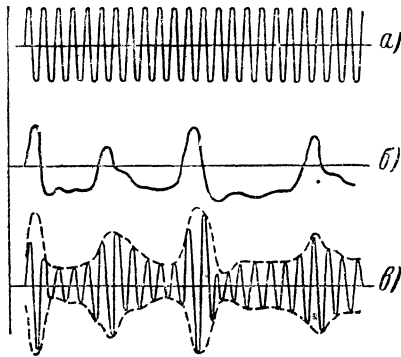

Рис. 38. Диаграммы токов в радиопередатчике.
**Л.** — Ты прав. Это очень легко сделать. Мы можем, например, включить микрофон в цепь антенны. Так как сопротивление микрофона меняется под действием звуковых волн, ток в антенне будет меняться в свою очередь. Иначе говоря, вместо незатухающих колебаний с постоянной амплитудой (рис. 38, *a*) мы будем иметь колебания с изменяющейся амплитудой (рис. 38, *в*), или м о д у л и р о в а н н ы й ток высокой частоты.